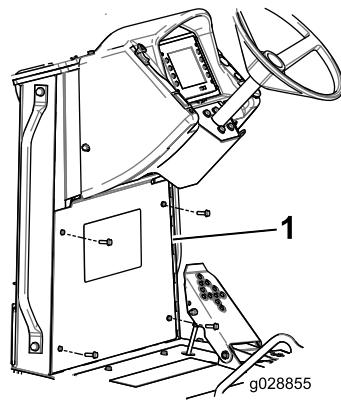

図2. キックプレート
- キックプレートをフレームに固定しているボルト (4本) を外してプレートを外す図2。